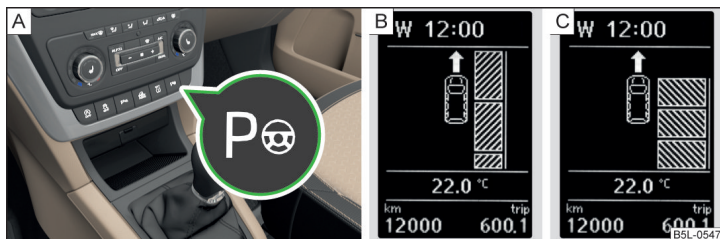

Fig. 139 Tecla de sistema / indicador de pantalla
- El proceso de aparcamiento se puede finalizar presionando la tecla P » fig. 139 de la pág. 123 o mediante la dirección.
El sistema se puede activar/desactivar presionando la tecla P » fig. 139 de la pág. 123 - A.
- Pulsar **una vez** la tecla **P** » fig. 139 - **A**.
- Pulsar **dos veces** la tecla **P** » fig. 139 - **A**.
- Pulsar la tecla de símbolo  » *fig. 139 de la pág. 123.*